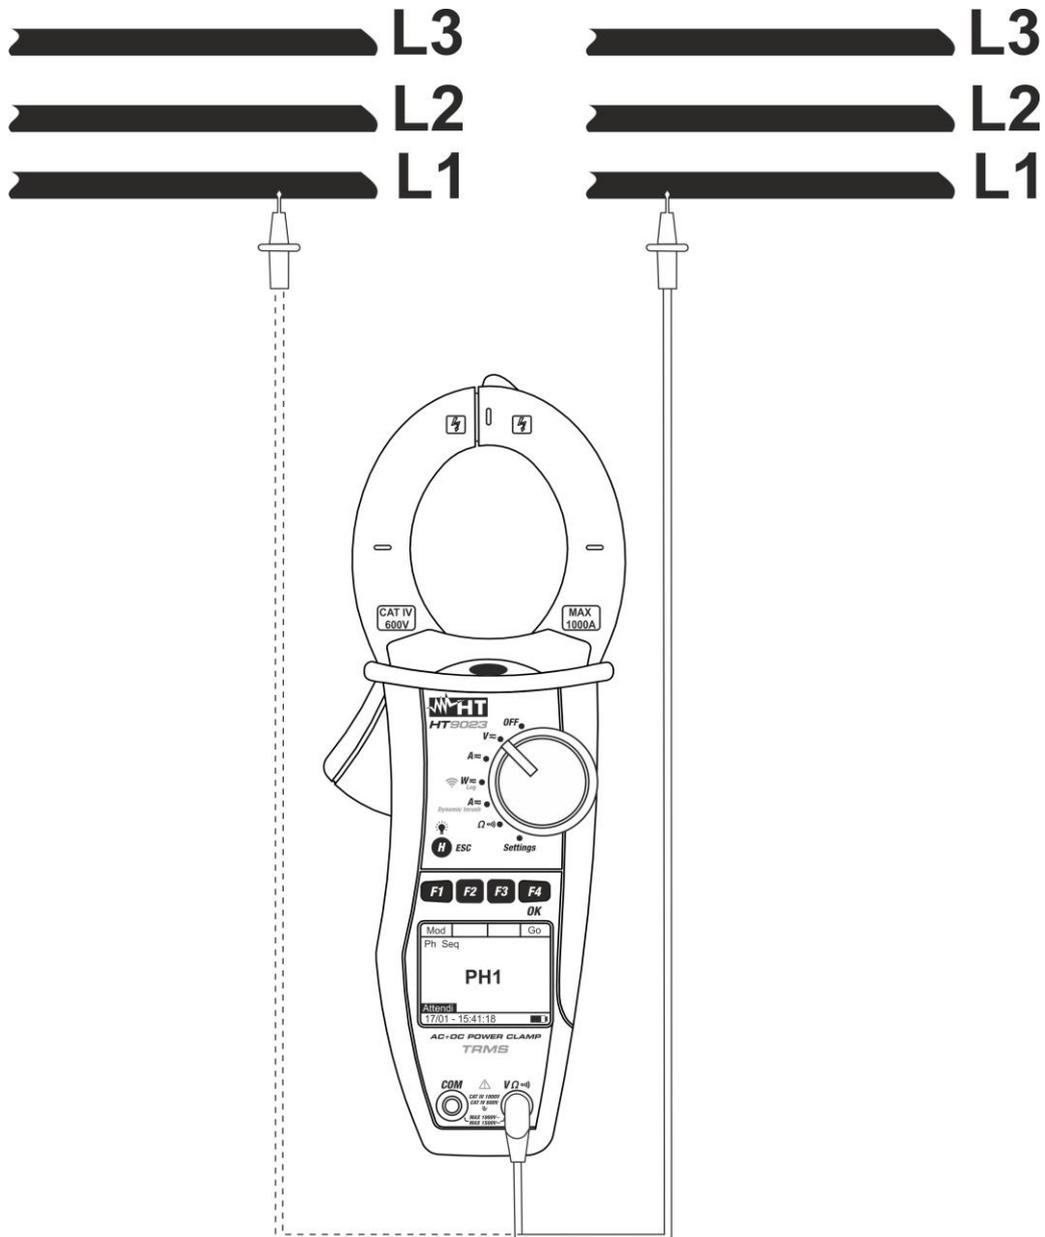

Fig. 8: Vérification de Concordance de phase
2. Insérer le câble rouge dans l'entrée **VΩ[⊘]**) et positionner le câble **sur la phase L1 du premier système** du circuit testé (voir Fig. 8).